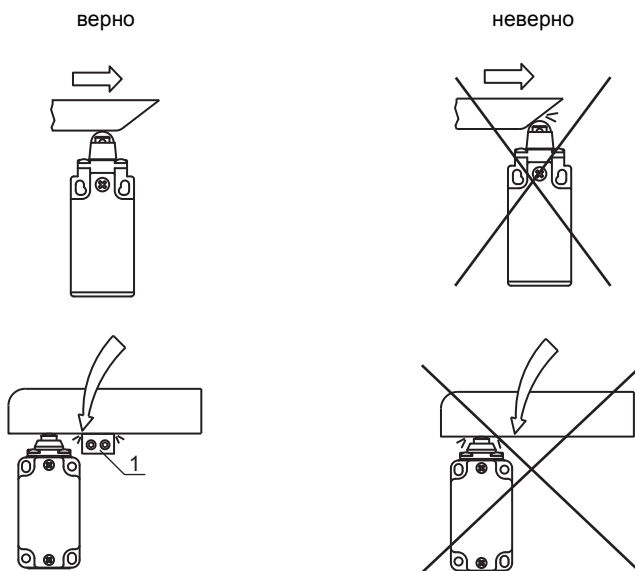

Рис. 6.3: Механический стопор (1)
- ↪ Использовать отдельный механический стопор (см. рис. 6.3).